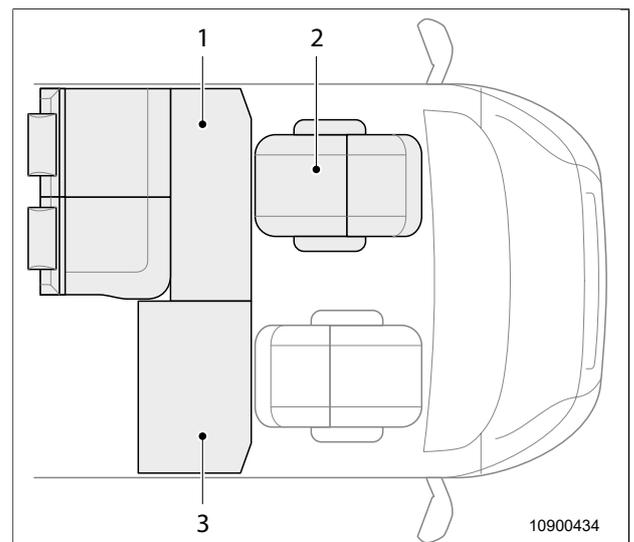

Abb. 30 Sitzgruppe zu Gästebett umbauen 2
1. Fahrersitz (Abb. 30, Pos. 2) drehen. Die Rückenlehne zeigt zur Frontscheibe.
2. Fahrersitz (Abb. 30, Pos. 2) bis zum Anschlag in Richtung Lenkrad schieben.
11. Polster (Abb. 30, Pos. 1 und 3) auf Tisch und Untergestell legen.